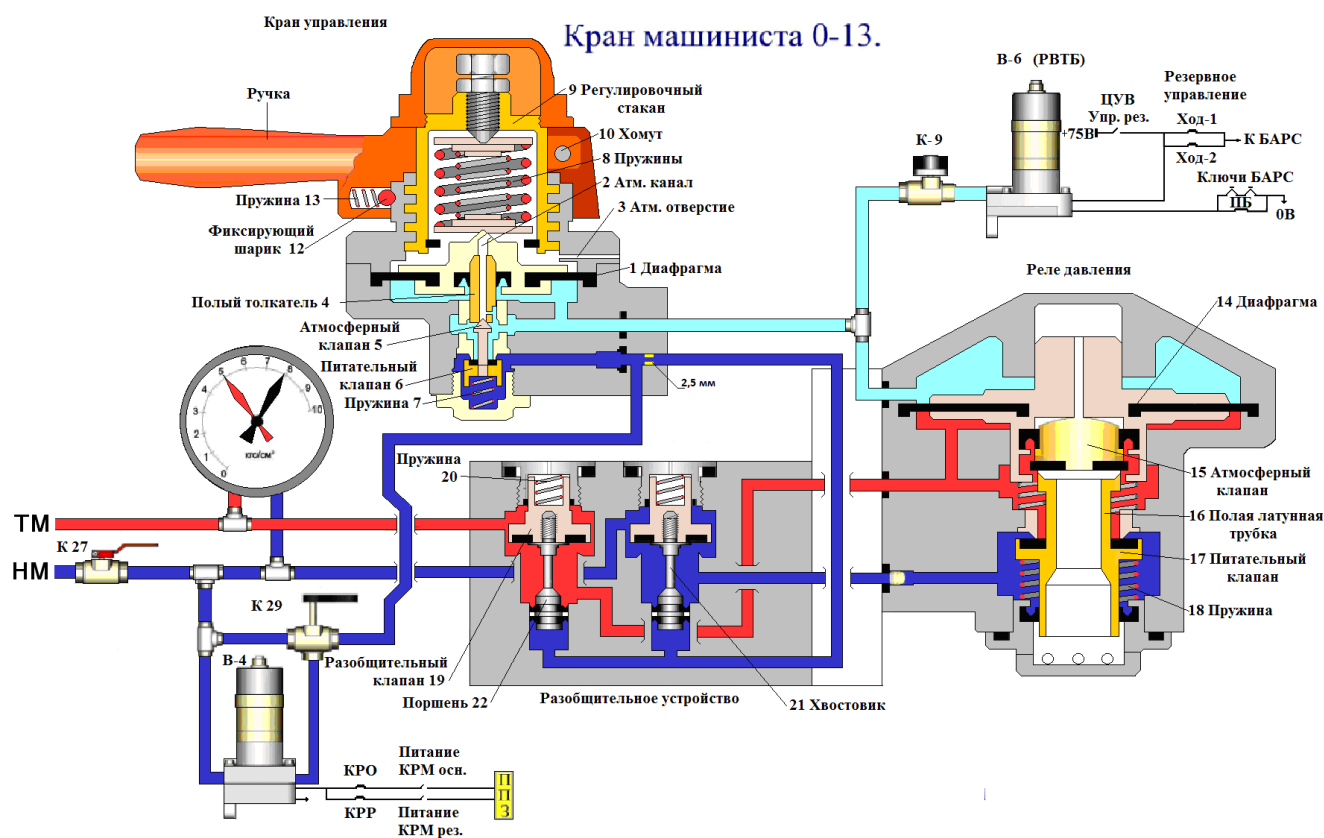

Рис. 55. Кран машиниста 0-13
**Устройство.** В верхней части прибора, между корпусом и крышкой установлена резиновая диафрагма 14 (рис. 55). Диафрагма имеет свою нагрузочную пружину снизу. Под диафрагмой установлен плавающий атмосферный клапан 15. Под ним полая латунная трубка 16 с питательным клапаном 17 и возвратной пружиной 18. Седлом питательного клапана является втулка, выполненная в корпусе. Камера над диафрагмой сообщена с краном управления (КУ). Камера под диафрагмой сообщена с тормозной магистралью (ТМ). Камера под питательным клапаном сообщена с напорной магистралью (НМ). Внутренний канал латунной трубки выходит в атмосферные отверстия нижней крышки реле давления. В нижней части реле давления размещается крышка, ввернутая в корпус и имеющая 6 атмосферных отверстий  $d=8$  мм.
**Устройство.** В корпусе разобщительного устройства расположены два клапана 19, нагруженные сверху пружинами 20 (рис. 55). Клапан тормозной магистрали слева и клапан напорной магистрали справа. Клапаны выполнены с хвостовиками 21. На хвостовиках клапанов снизу, установлены поршни 22. Под поршнями – канал, идущий к разобщительному трёхходовому крану К29. Над левым клапаном расположена камера, соединенная с тормозной магистралью, а над правым камера, соединенная с напорной магистралью.